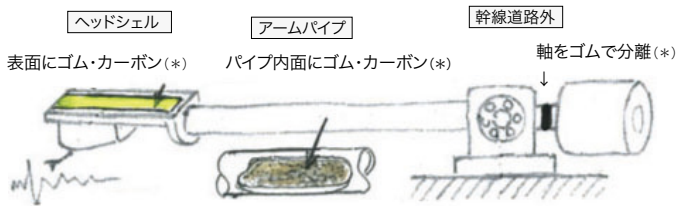

図4 並列ダンパー構造体
私のアームでは、防振・吸振のために、幹線道路に並列にダンパーを入れています(図4)。
- ヘッドシェルの表面に、ゴムやカーボン、黒檀を添えます(図4、図7B)。
- アームパイプには、内面にフェルトやカーボンを押し付けるように入れます(図4、図7B)。
- 幹線道路から外れた構造物ウェイト部にはゴム・プラスチック・アルミニウムなどで絶縁します(図4、図7C)。